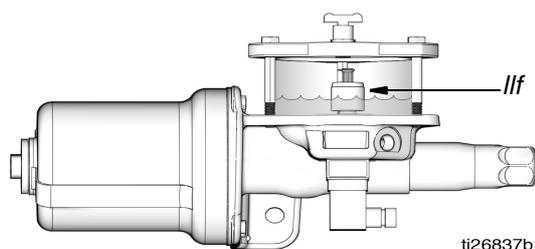

FIG. 11: Galleggiante basso livello in posizione inferiore
Quando viene erogato l'olio, il galleggiante basso livello inizia a spostarsi verso il basso. Quando l'olio nel serbatoio raggiunge il livello basso, il galleggiante completamente spostato verso il basso (come mostrato in FIG. 11) chiude l'interruttore livello basso normalmente aperto e viene inviato al controller (J) un segnale livello basso.